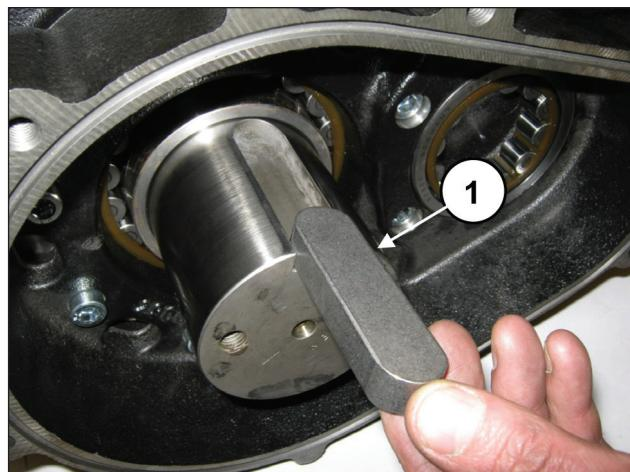
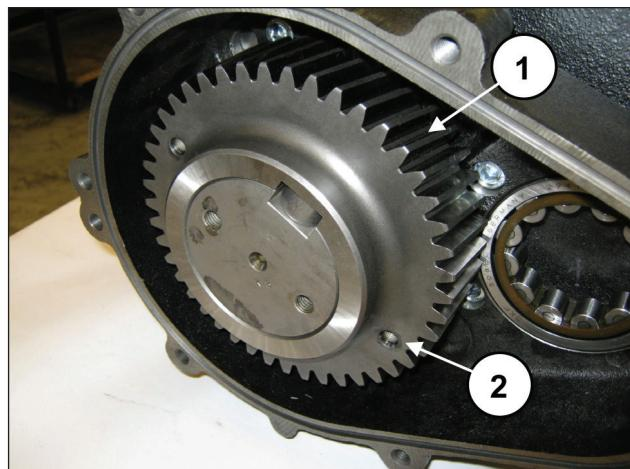

Fig. 76
Fig. 77
Aplique a lingueta 22x14x80 no local do eixo (pos. ①, Fig. 76) e insira a coroa no eixo (pos. ①, Fig. 77).
**A coroa deve ser montada, certificando-se de que os dois furos M8 (a serem usados para a extração), estejam virados para o exterior da bomba (pos. ②, Fig. 77).**